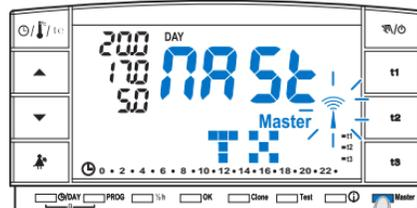

Abb. 82
- Die Taste Master drücken, bis am Display die Meldung "MASt" erscheint, dann loslassen (Beispiel in Abb. 82).
- Die Taste Master drücken, bis am Display die Meldung "MASt", dann loslassen (Beispiel in Abb. 82).